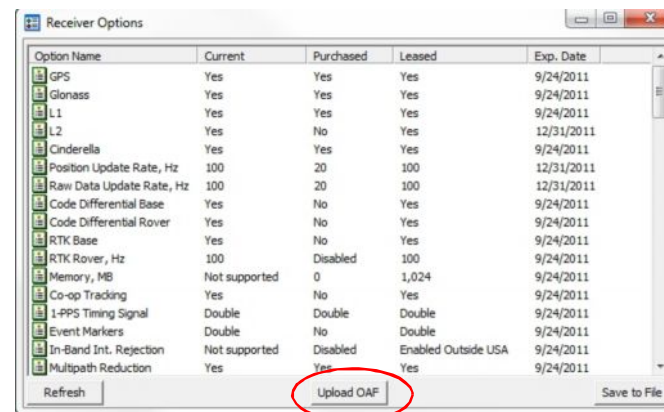

Рис. 10: Опции приемника
3. Нажмите пиктограмму Опции  в главном окне. Откроется окно Опции приемника (Рис. 10), позволяющее просматривать текущие опции авторизации и загружать новые.
2. Нажмите Загрузить OAF в нижней части окна Опции приемника (см. Рис. 10).